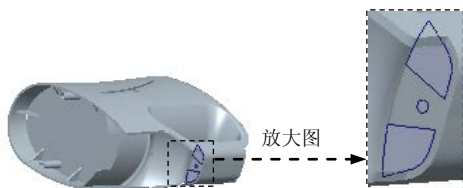

图 17.8 平整曲面
Step7. 创建图 17.8 所示的平整曲面。
(1) 单击 **分型面** 操控板 **曲面设计** 区域中的“填充”按钮 ，此时系统弹出 **填充** 操控板。